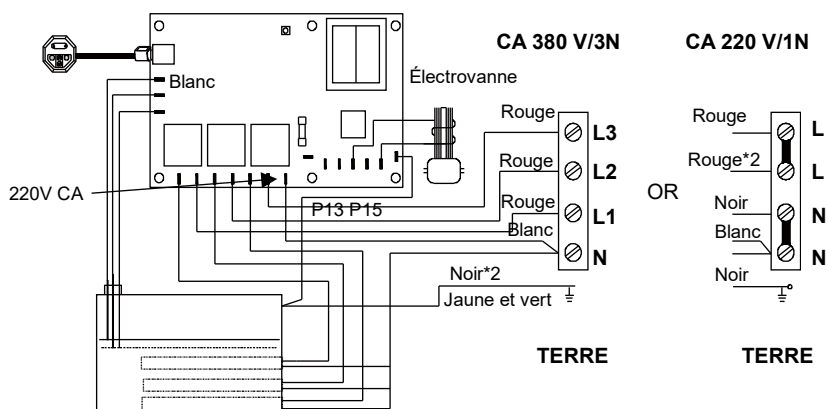

Figure 5 : schéma de connexion du générateur de vapeur
5. Cette figure illustre le câblage du contrôleur de la série ST. (Figure 5)